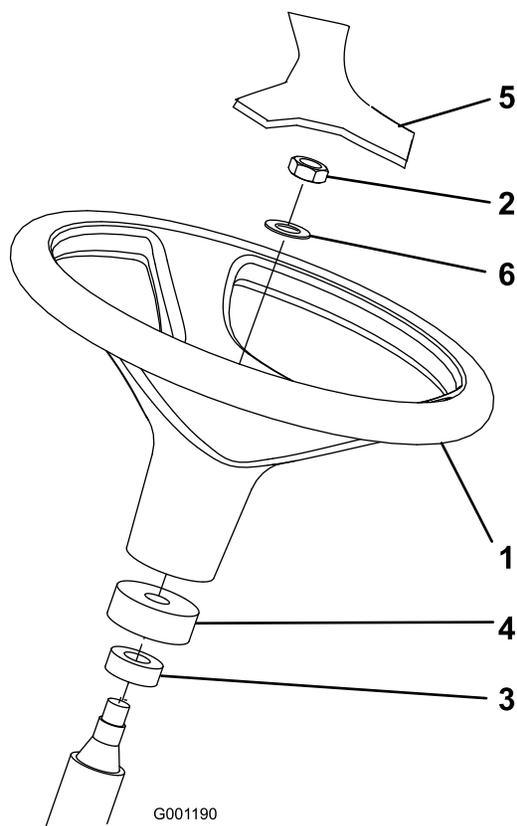

Рисунок 3
1. Снимите рулевое колесо с транспортной рамы (Рисунок 3).
Примечание: Убедитесь, что кольцо из пеноматериала и пылезащитная крышка остались на рулевом валу (Рисунок 3).
3. Наденьте рулевое колесо и шайбу на рулевой вал (Рисунок 3).
5. Установите крышку на рулевое колесо (Рисунок 3).